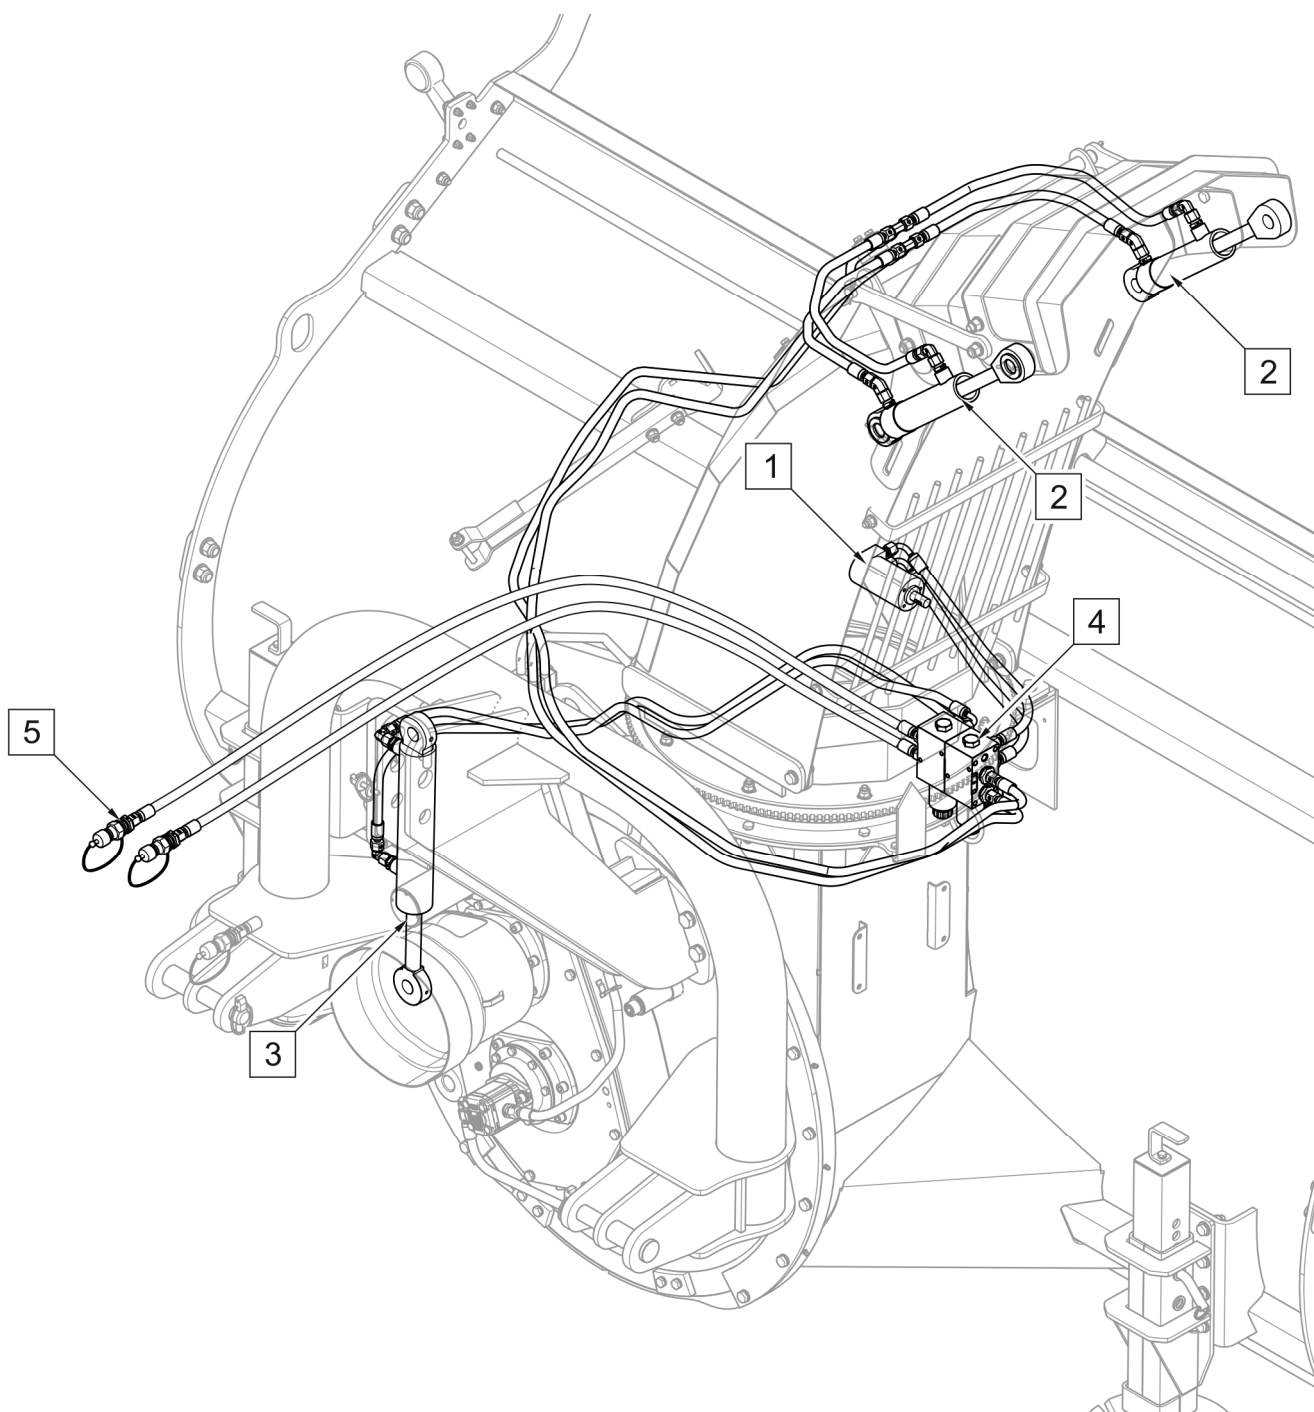

РИСУНОК 3.3 Конструкция гидравлической системы (машина с трёхточечной навеской)
(1) - гидромотор поворота трубы; (2) - привод регулировки диапазона выброса;
(3) - привод наклона снегоочистителя; (4) - гидравлический электромагнитный клапан; (5) - гидравлические быстроразъёмные соединения
В снегоочистителе, установленном на передней трехточечной навеске, гидравлическая система (РИСУНОК 3.3) может использоваться для попеременного управления гидравлическим двигателем (1) для вращения трубой, приводами (2) для дальности выброса и приводом (3) для наклона машины.